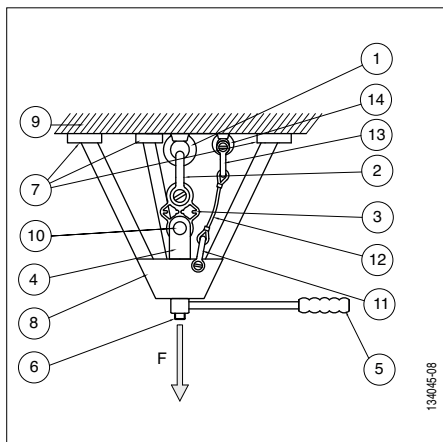

Afb. 5
GEVAAR: Het is streng verboden om de assen van de harpsluiting aan de verankeringsarm te haken (afb. 5, pagina 17).
- 2) Controleer of het TA breuktestplaatje op de juiste manier is vastgezet (afb. 2, pagina 15 en afb. 5, pagina 17).